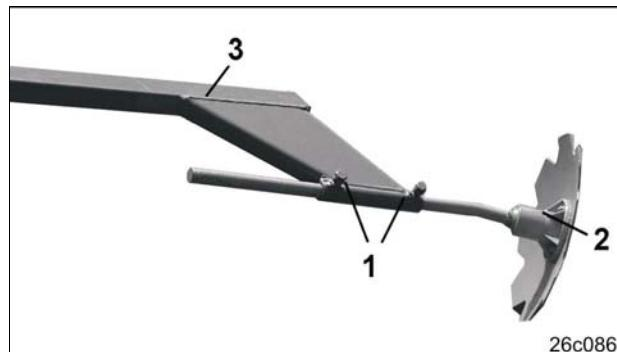

Рис. 100
- Открутите зажимные винты (Рис. 100/1).
- Выдвиньте диск маркера (Рис. 100/2) и установите интенсивность работы маркера путем проворачивания диска так, чтобы он на легких почвах двигался практически параллельно направлению движения, а на тяжелых почвах имел более агрессивный угол атаки, чтобы работа была агрессивней и оставался четко видимый след.
- Снова затяните зажимной винт (Рис. 100/1).
- При изменении рабочей ширины захвата (например: 18x45 см => 8,1м рабочая ширина захвата) крайний кронштейн (Рис. 100/3) необходимо заменить на более короткий.